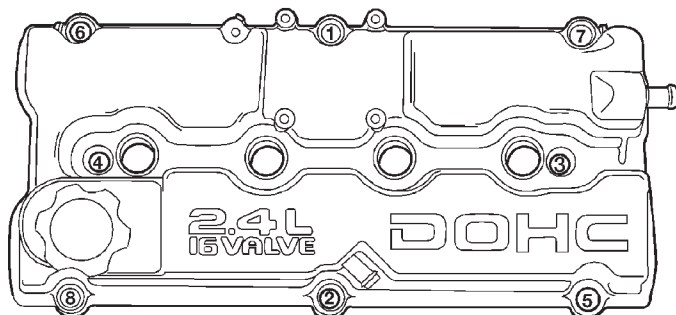

Fig. 32 Secuencia de ajuste de la tapa de culata
- (2) Aplique sellante adhesivo de goma siliconada Mopar® en las esquinas de la tapa del árbol de levas y en el borde superior de la junta semicircular.
- (3) Instale el conjunto de la tapa de culata en la culata de cilindros y ajuste los dispositivos de fijación en la secuencia mostrada en la (Fig. 32). Utilice el método de ajuste en tres pasos: